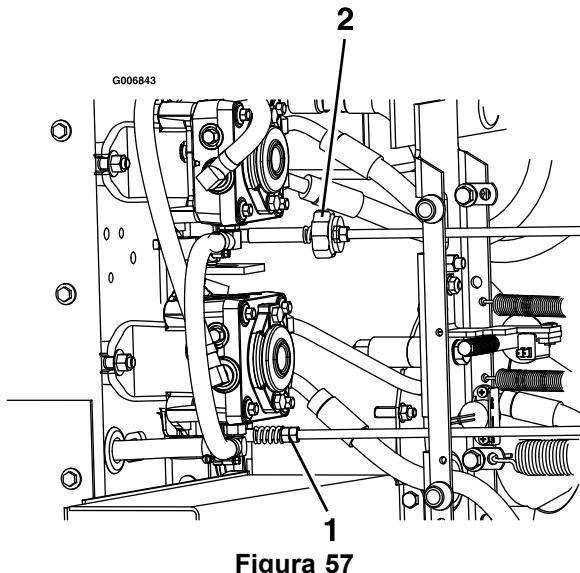

Figura 57
- de control de la bomba, que conectan el control de dirección a los brazos de control de la bomba, hasta que las ruedas se detengan o se muevan ligeramente hacia atrás (Figura 57).
11. Ajuste el acoplamiento de la bomba derecha usando una llave para girar las tuercas dobles del conjunto (Figura 57)